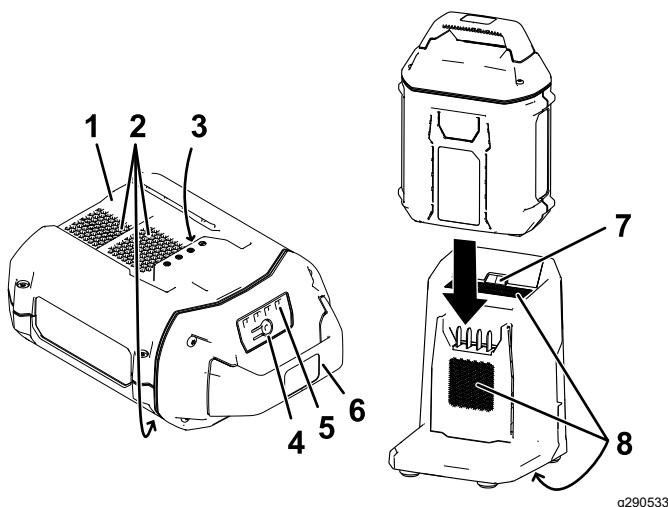

Bild 26
2. Fliegen Sie das Loch im Akkupack (Bild 26) mit der Zunge am Ladegerät aus.
3. Schieben Sie den Akkupack in das Ladegerät, bis es einrastet (Bild 26).